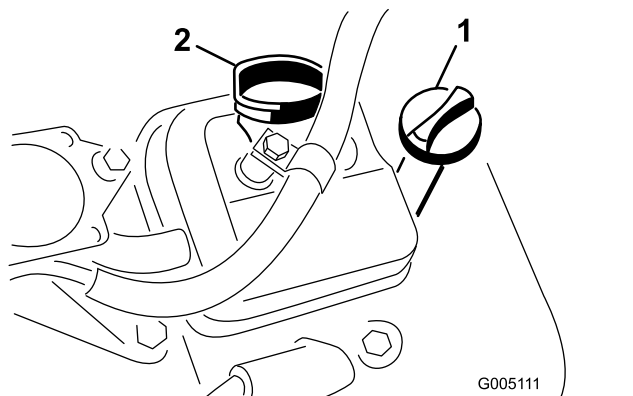

Figura 29
- Introduza e atarraxe a vareta de nível no tubo (Figura 29).